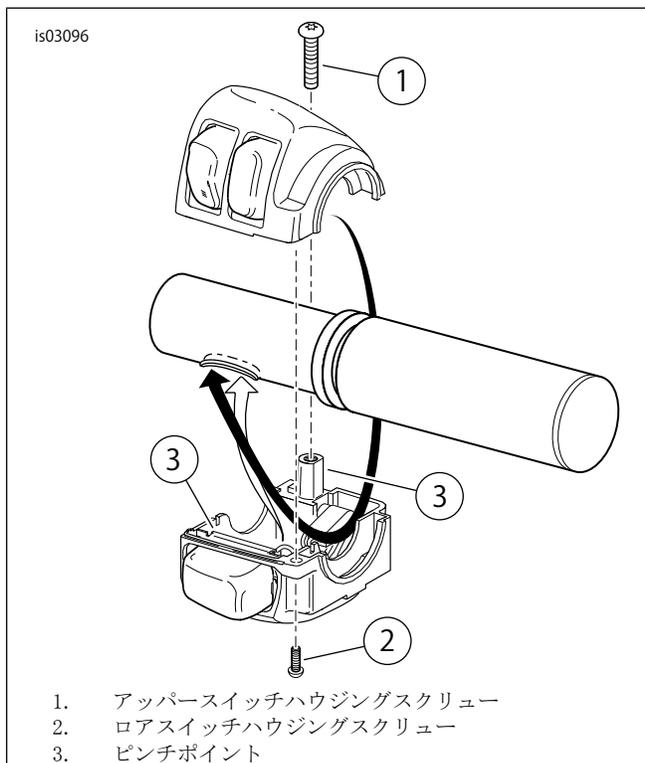

図2。スイッチハウジングワイヤー取り回し(右ハウジングを表記)
7. ツイストグリップセンサーワイヤーバンドルを右ハンドルバーエンドにゆっくり送ります。「図2」を参照してください。図のように右スイッチワイヤーバンドルをスイッチハウジングに送ります。配線束を右スイッチ配線穴にゆっくり送ります。ツイストグリップセンサーのインデックスタブをハンドルバーエンドのスロットに装着し、新しいハンドルバーからバーの中心に向けて束を引きます。誤った組み立てを防止するため、1つのインデックスタブとスロットは他の物よりも小さくなっています。
11. 「図2」で示した右側の配線と同じように、左側のスイッチワイヤーバンドルをスイッチハウジングの中に通します。ワイヤーバンドルを左スイッチワイヤー穴にゆっくり送ります。新しいハンドルバーからバーの中心に向かって束を引きます。